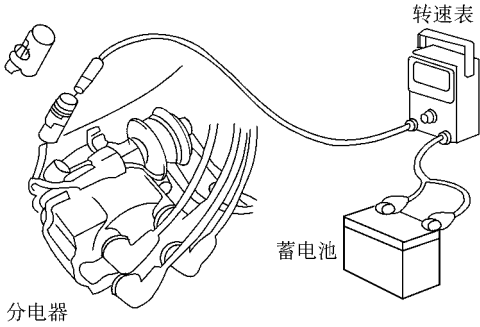

图 5-4 转速表的正极与分电器的辅助插件相连接
(3) 1RZ (II A 型) 和 2RZ 的检查, 当转速表连接到系统中时, 应把转速表的正极接线柱与分电器的辅助插件相连接, 如图 5-4 所示。
(4) 由于有些转速表不适用于该点火系统, 因此在使用转速表之前, 最好先确认一下此转速表是否适用。
(5) 当发动机运转时, 不要断开蓄电池。